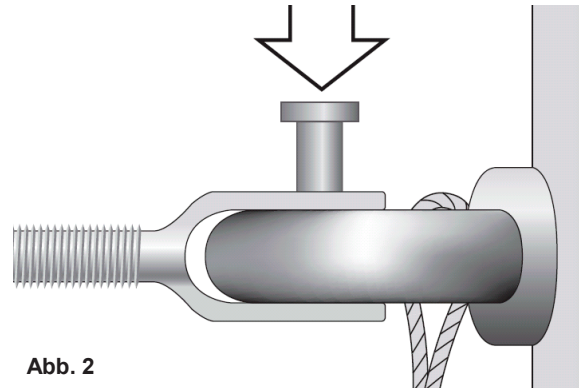

Abb. 2
- Bolzen in Bohrlöcher des Gabelkopfs einschieben (Abb. 2)